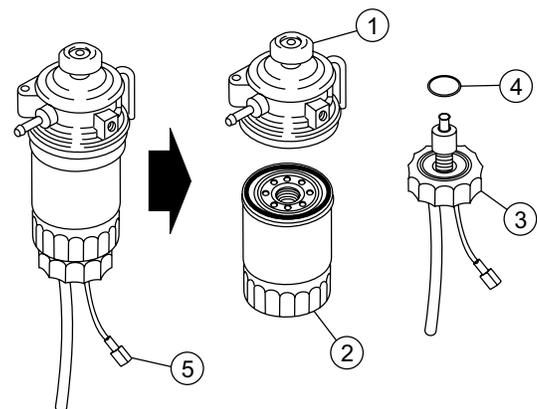

Figura 15. Filtro carburante
- Sostituire il filtro del carburante (figura 15) ogni 800 ore. Fare riferimento al manuale del motore per informazione specifiche sulle procedure di questa operazione.